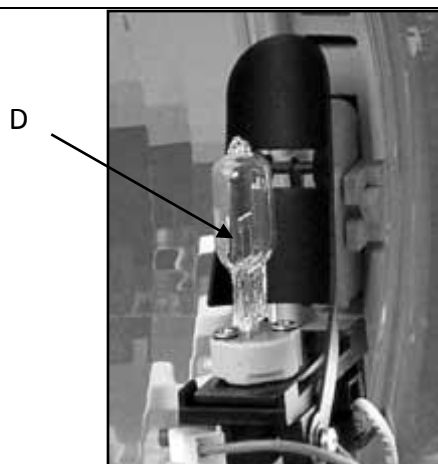

Рисунок 8.1.4.
- Вытянуть Лампу "D", потянув ее вверх (Рисунок 8.1.4.).